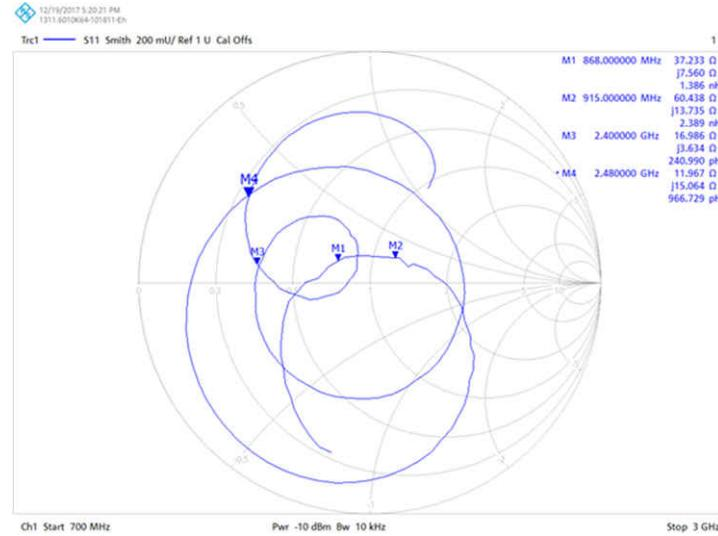
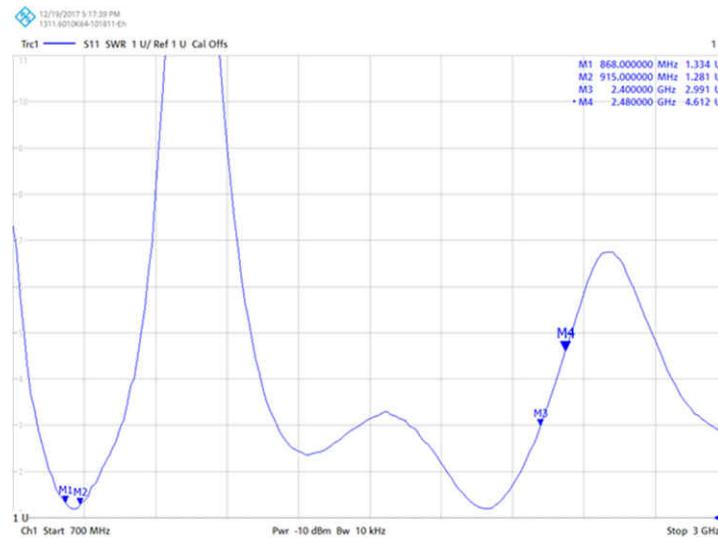

图 5-5. 最终匹配值为 L_{HIGH} : 3.3nH 和 C_{LOW} : 5.6pF 的史密斯图
图 5-6. 最终匹配值为 L_{HIGH} : 3.3nH 和 C_{LOW} : 5.6pF 的 VSWR 图
- 2.44GHz : 16+j8 , VSWR : 3.18:1 在高频带匹配合理，但优先使用 $VSWR < 2.00:1$ ；请参阅图 5-5 和图 5-6。